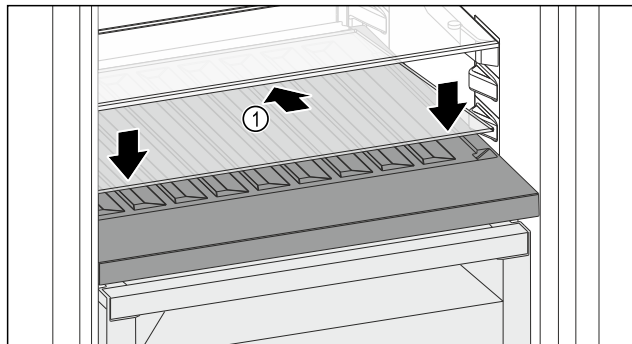

Fig. 147
- Posizionare il ripiano di vetro Fig. 147 (1) inclinato indietro e verso il basso.
- Abbassare la parte anteriore del ripiano di vetro Fig. 147 (1).